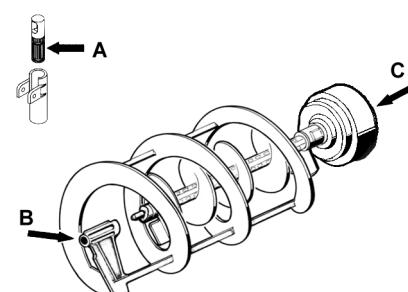

Bild 11
- 2** Den Hahnkolben, die innere und äußere Schnecke (an den in Bild 11 gezeigten Stellen A, B und C) schmieren. Dazu ausschließlich das vom Hersteller gelieferte Fett oder anderes Fett für Speisezwecke verwenden.